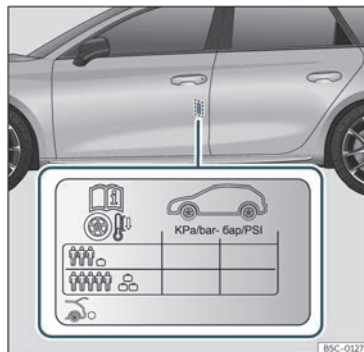

Fig. 223 Localización do adhesivo da presión de inflado dos pneumáticos.
- Adapte a presión dos pneumáticos á carga que leva o vehículo»» fig. 223.
Os valores da presión de inflamento están indicados na etiqueta adhesiva situada na parte posterior do marco da porta dianteira esquerda >>> fig. 223.
A presión dos pneumáticos débese adaptar á carga actual do vehículo. Se o vehículo vai ir cargado ao máximo, debe aumentar a presión de inflamento ao valor máximo de carga indicado na etiqueta adhesiva >>> fig. 223.
No caso dunha roda de emerxencia minimizada (125/70 R16 ou 125/70 R18), inflar a 4,2 bar de presión segundo se indica na etiqueta de presión dos pneumáticos >>> fig. 223.
• O condutor é responsable de que todos os pneumáticos do vehículo estean inflados á presión correcta. A presión de inflamento recomendada vén indicada nun adhesivo >>> fig. 223.
• Cos pneumáticos en frío, deberase manter sempre a presión indicada no adhesivo >>> fig. 223.